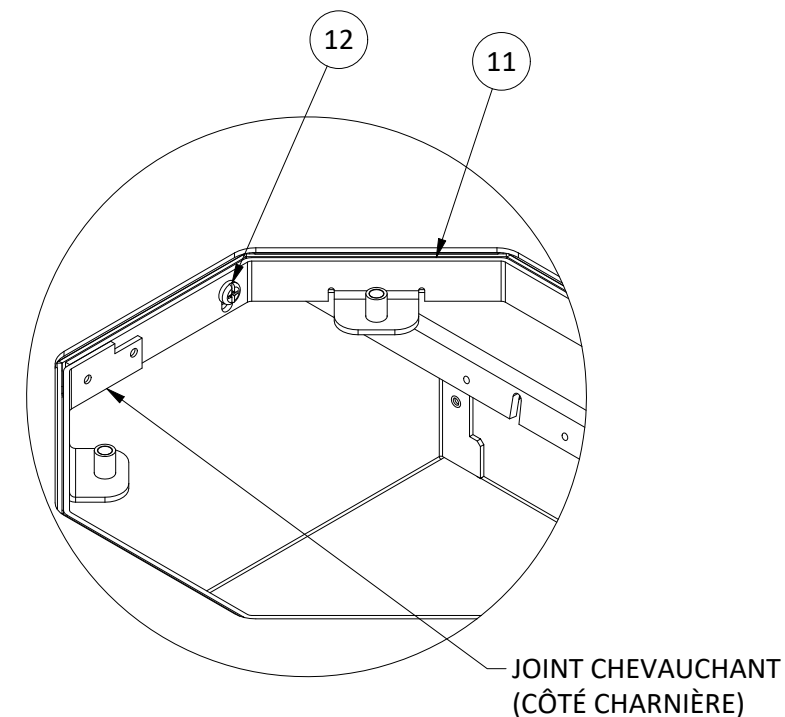

FIGURE 3
14. Orienter le collier de soutien du couvercle [11] au besoin en retirant et en réinstallant les vis [12]. Le joint à recouvrement du collier définit où se trouvera la charnière du couvercle (CONSULTER LES FIGURES 3 et 4).